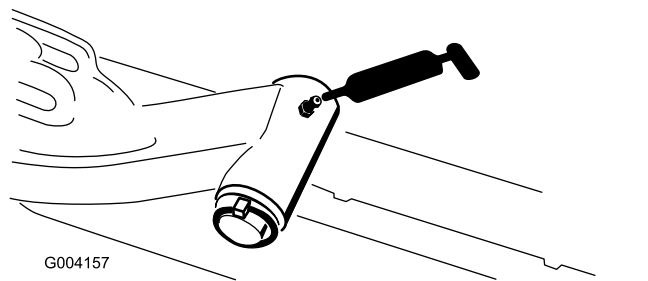

図 32
- 昇降アームのピボットシャフト各アームに1ヶ所ー 図 32